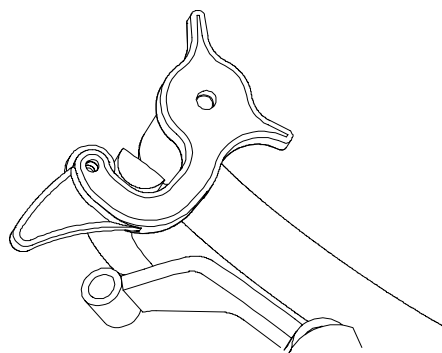

FIGURA 11
1. Con la maquina todavía en los trípodes o soportes y el motor en marcha y con el acelerador al máximo, mueva la palanca de control de velocidad a su posición "media". Mueva la palanca de manejo respectiva hacia arriba hasta que alcance la posición neutral y asegure con el cerrojo asegurador de neutral. Vea figura 11. Si la rueda gira en cualquier, el largo del acople de la palanca de manejo tendrá que ser ajustado.